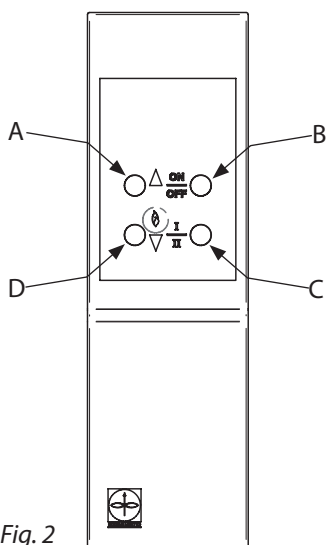

Fig.2
- Om steg 2 är anslutet till EFC25 kan den aktiveras med fjärrstyrningen (fig. 2-C).